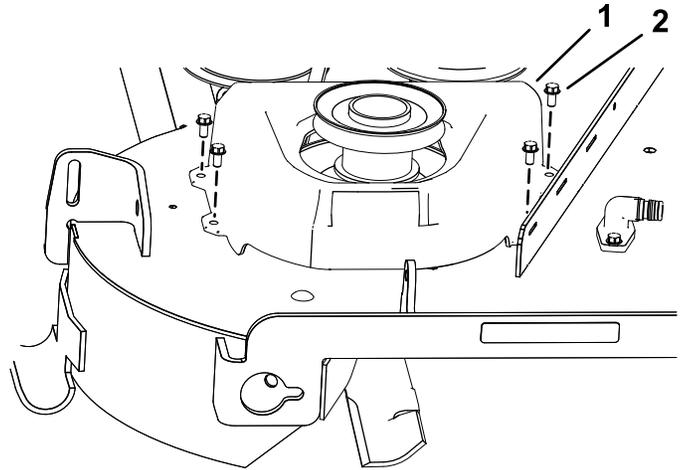

Figura 11
4. Instale la cubierta nueva sobre la polea con los 4 tornillos ($\frac{1}{4} \times \frac{1}{2}$ ") que se retiraron anteriormente, como se muestra en la Figura 11.